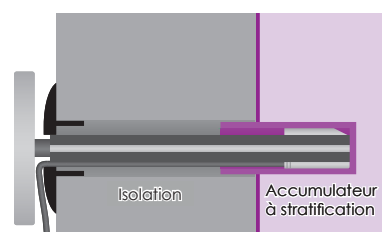

Figure 13 : Le module enfichable est enfoncé jusqu'en butée dans le doigt de gant.
4. Enfoncez le module enfichable dans le doigt de gant jusqu'à la butée (► *Bild 13*).